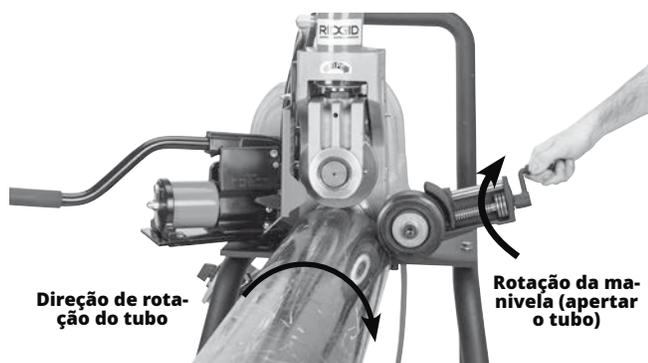

Figura 15 - Desvio do tubo 1/2° (exagerado)
3. Rode a manivela do estabilizador para colocar o rolete em contacto com o tubo. Rode a manivela mais uma (1) volta para pré-carregar o rolo contra o tubo (*figura 15*). Não alcance por cima do tubo para ajustar o estabilizador.
4. Assuma uma posição de operação correta para ajudar a manter o controlo da máquina e do tubo (ver figura 15).